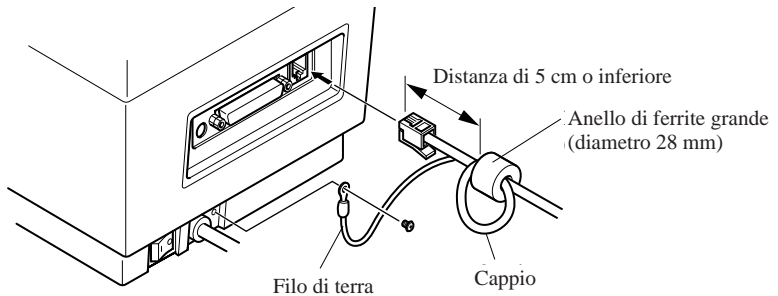

Fig. 3-5
- Fissare l'anello di ferrite grande sul cavo dell'unità periferica eseguendo la stessa procedura vista per l'anello di ferrite del cavo d'interfaccia. Tuttavia, quando si applica l'anello di ferrite sul cavo dell'unità periferica, è necessario fare un cappio al cavo come mostrato in Fig. 3-5.